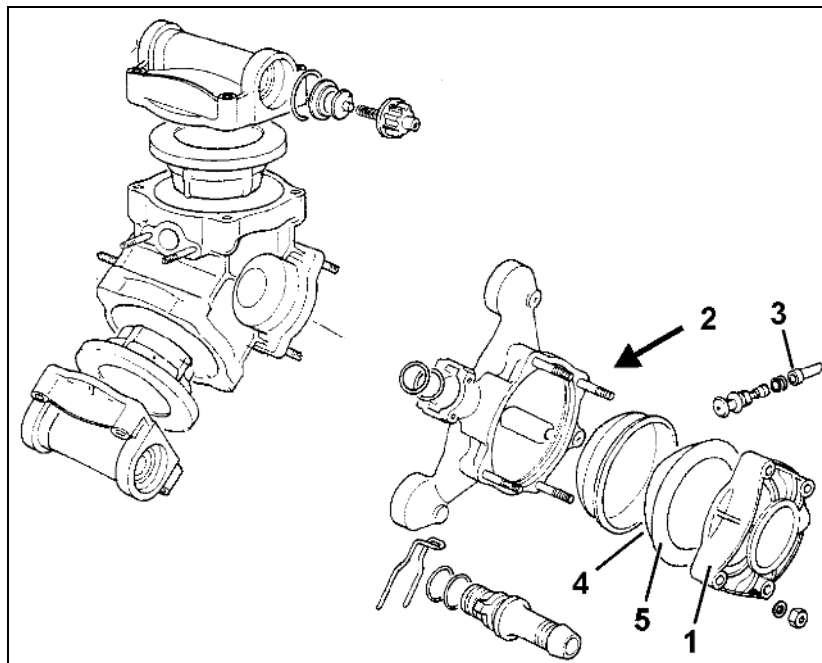

図 25
蓄圧器のカバー (図 25/1) を取り外す前に、空気弁 (図 25/3) によって蓄圧器 (図 25/2) から空圧を抜いてください。
1. 蓄圧器のカバー (図 25/1) を、4 個のナットを外した後に取り外します。
2. ダイヤフラム (図 25/4) を取り外します。
ダイヤフラム取り付け時には、ダイヤフラムが正しい位置にあり、丸くふくらんだダイヤフラムの開いている側 (図 25/5) が蓄圧器のカバー (図 25/1) の方を向くようにしてください。